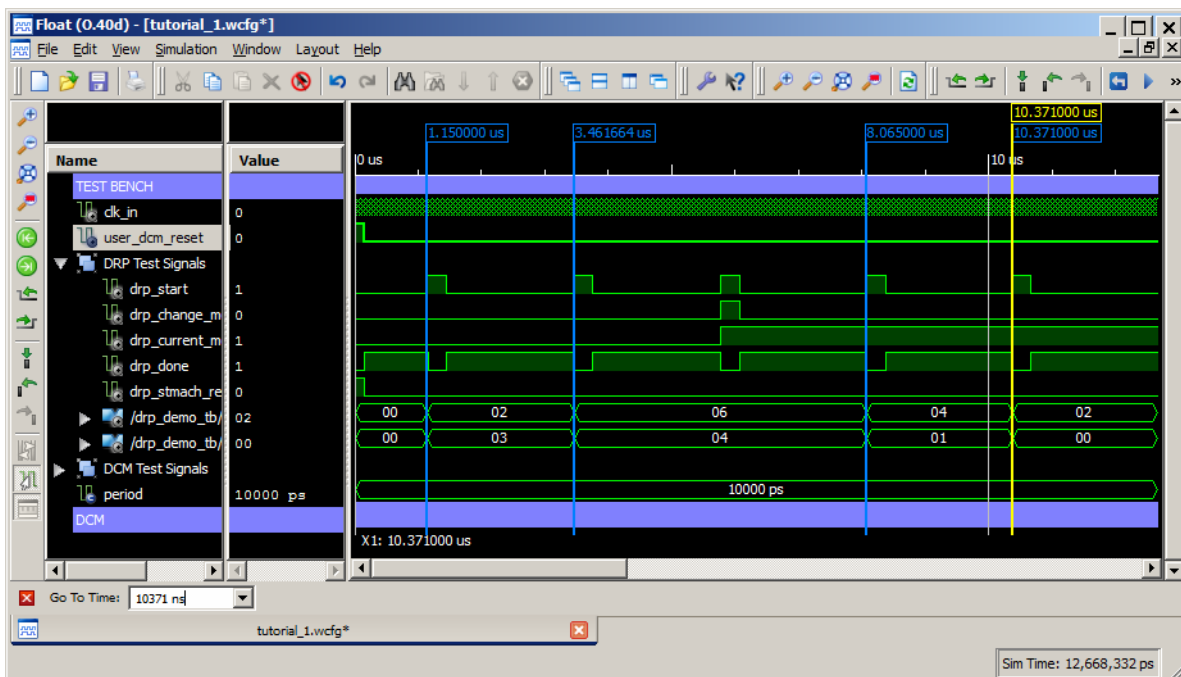

図 4-26 : テスト開始地点をマーカーで識別
4. 手順 2 ～ 3 をテストベンチで実行される 4 つのテストすべてで繰り返します。波形ウィンドウは、図 4-26 のように表示されます。